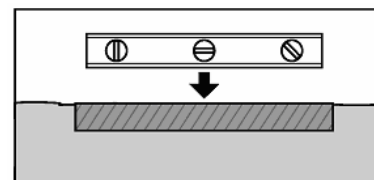

fig. 9
- d) Las baldosas tienen que estar hundidas en el suelo, de manera que todo el suelo este nivelado (fig. 9), alrededor de ellas. Utilizar un nivel y una madera recta para asegurarse que las baldosas estén todas niveladas entre ellas.